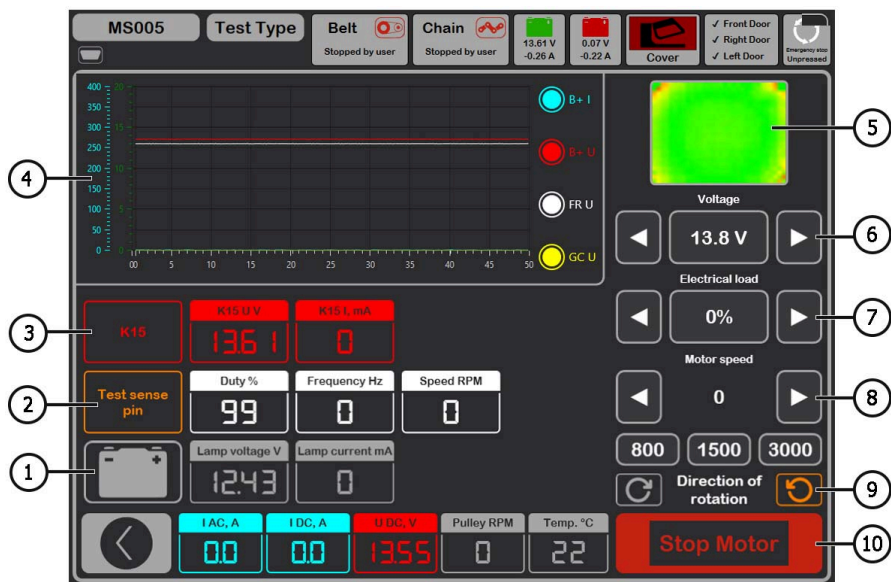

图 23. 交流发电机检测模式菜单
在任意类型交流发电机的检测模式下，屏幕上可显示以下信息（见图 23）：
5.2. 如交流发电机设有指示灯端子（具有端子 **L (D+、I、IL 或 61)** 的交流发电机），则指示灯应点亮（见图 23 中位置 1）。